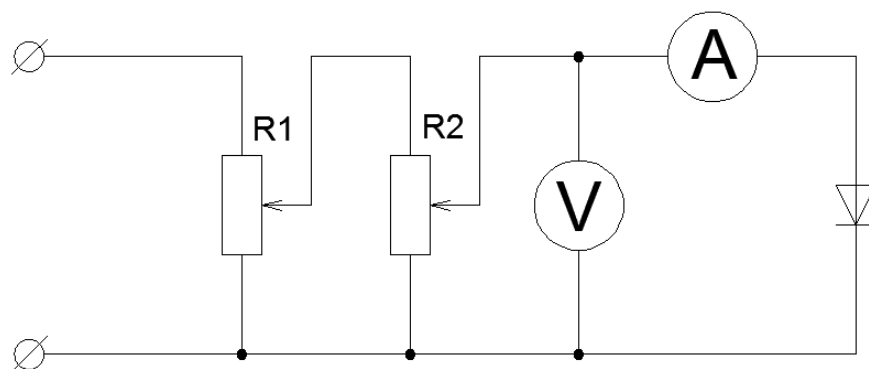

Рисунок 2.7 – Схема для исследования ВАХ выпрямительного диода
4.2. Собрать схему на макетной плате, рисунок 2.7.